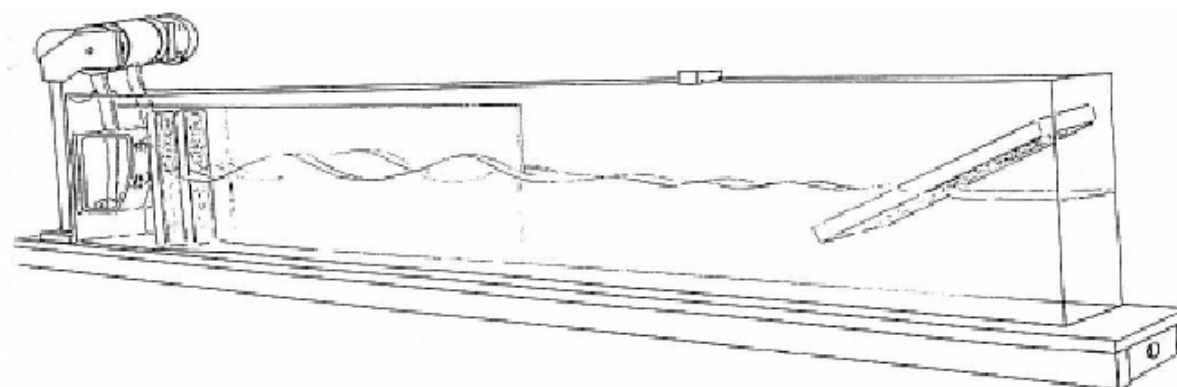

Fig. 1 Montagem do canal para ondas na água
- Preencher o canal de ondas na água até a marca com água (fig. 1).
É fácil reconhecer a situação de defasagem de ambas ondas parciais na região da placa de separação. Atingindo a parte em I do canal que não está separada, as duas ondas se encontram e desaparecem (fig. 1).